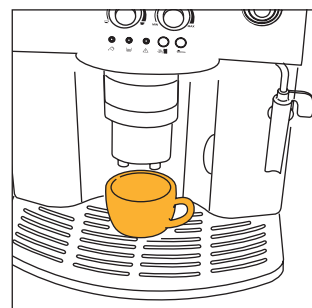
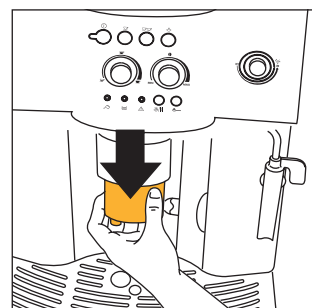

Fig. 9
Fig. 11
- 4) Zet een of twee kopjes onder de spuitmond, naargelang u 1 of 2 kopjes koffië wilt zetten (fig. 9 en 10). Om een mooie crème op de koffië te bekomen, worden de kopjes zo dicht mogelijk tegen de spuitmond gehouden door het afgifteblok te verlagen (fig. 11).